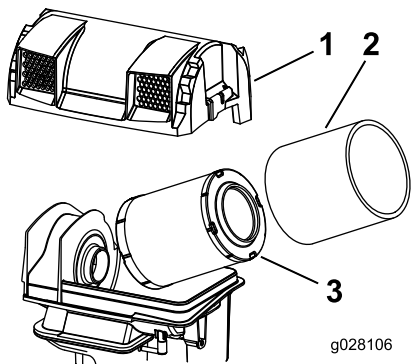

**Figura 33**
2. Retire la tapa para tener acceso a los elementos del limpiador de aire (Figura 33).
3. Instale la tapa y sujétela con los enganches (Figura 33).